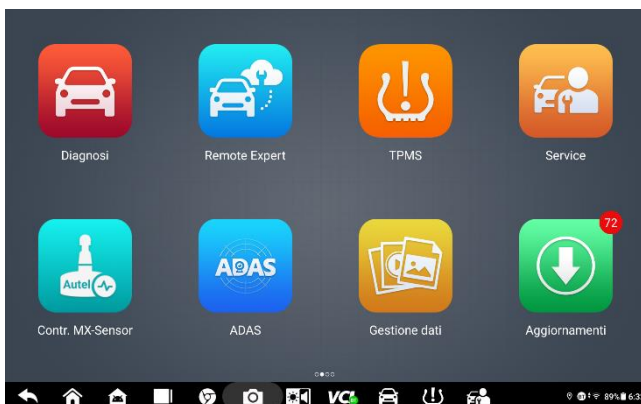

Figura 5-2 Menu Home di MaxiSys
1. Tocca il **TPMS** pulsante applicazione dal menu principale di MaxiSys (Figura 5-2) . Viene visualizzato il menu del veicolo.
1. Tocca il pulsante dell'applicazione **TPMS** dal menu principale di MaxiSys (Figura 5-2). Viene visualizzato il menu Veicolo.